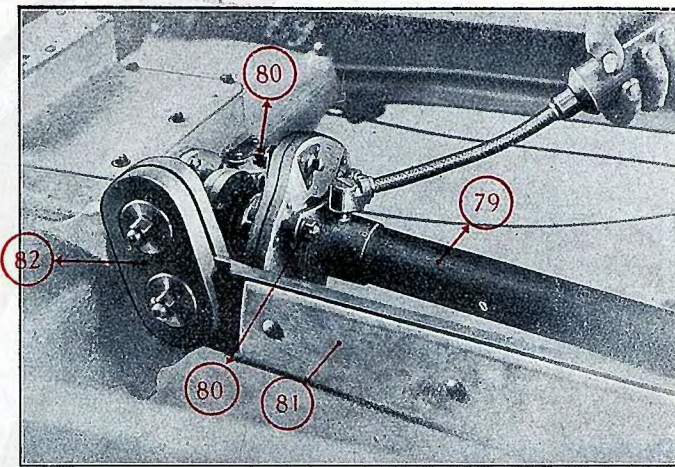

FIG. 19
Pour assurer le centrage parfait de l'arbre (79) l'extrémité du manchon de l'arbre de la boîte porte une rotule qui pénètre dans l'intérieur de l'arbre (79). De plus cette rotule empêchera l'arbre de sortir en cas d'une rupture de l'accouplement élastique (qui pourrait se produire à la suite d'un mauvais remontage ou si un ouvrier oubliait de resserrer et de regoupiller les écrous (80) des boulons d'accouplement). Par suite des oscillations de l'arbre de transmission cette rotule travaille légèrement et un graissage a été prévu, il faut opérer comme indiqué (Fig. 19) au moyen du graissage à pression. A l'autre extrémité de l'arbre (79) se trouve placé un accouplement identique monté et graissé de la même façon pour relier l'arbre de commande du pont arrière. Le n° 81 montre la bielle de réaction fixée d'une part sur le pont arrière et à l'autre extrémité sur la boîte de vitesses par une bielle en cuir chromé et armé (82).